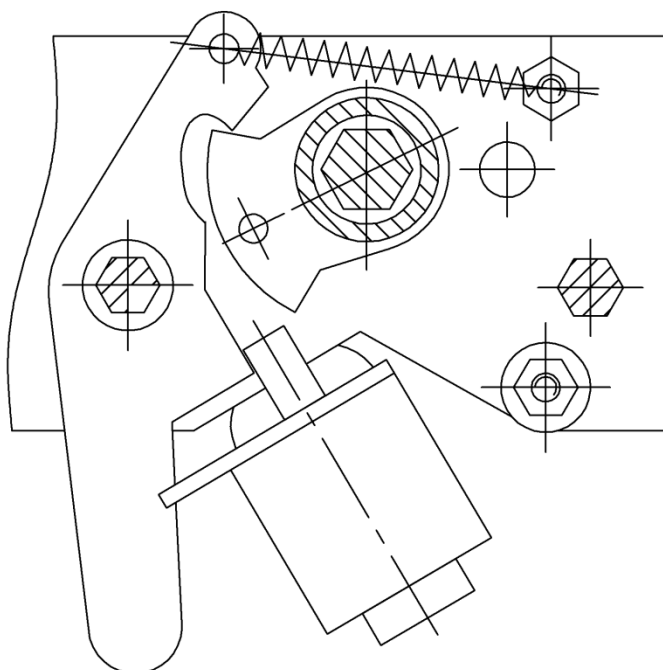

Рис. 9 Положение деталей электромагнитной блокировки валов привода в положении "Вкл."
6) Повернув вал привода в конечное положение до упора, закончить оперирование; при этом шток блок-замка 68 под действием имеющейся в блок-замке пружины должен зафиксировать выступ 10 защелки 8 (рис.9);